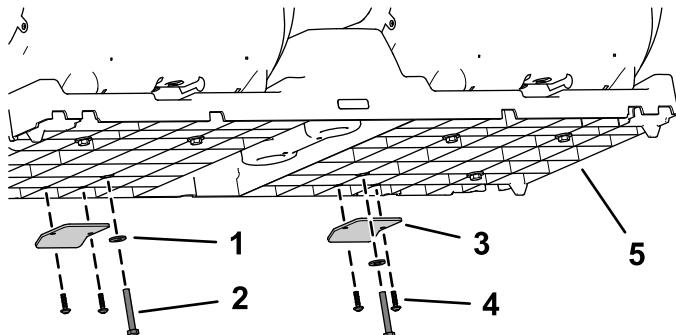

图4
1. 从座椅固定支架上拧下 4 个梅花头螺丝以及最靠近每个支架处的 2 个凸缘头螺栓和 2 个垫圈 图4。
2. 从座椅底座组件卸下 2 个座椅固定支架 图4。